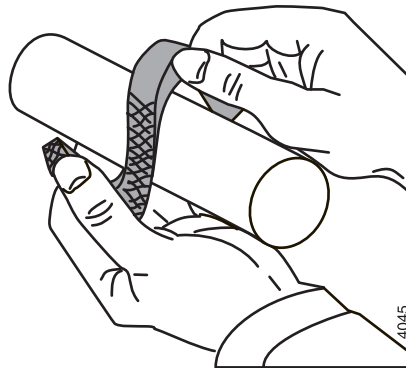

Bild 23: Öppning av packningsringar.
- 1 Sätt på de 5 packningsringarna. Placera packningarna så att varannan öppning kommer åt samma håll. Packningsringarna får böjas upp endast i axialled, se bild 23.